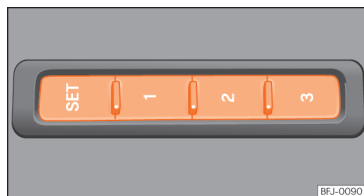

Abb. 116 Außen am Fahrersitz: Speichertasten.
- Taste **SET** länger als 1 Sekunde drücken »» **Abb. 116**.
- Taste **SET** gedrückt halten »» **Abb. 116**.